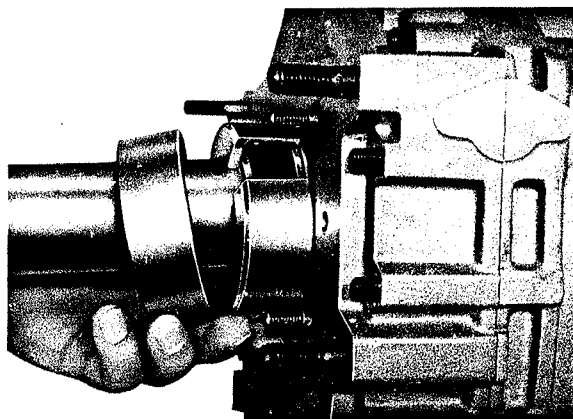

Fig. 9
6.3 Dégager le jonc d'arrêt (206) de la rainure du roulement à billes et extraire le roulement à billes (207) à l'aide de l'extracteur „4" et „5" (fig. 9).